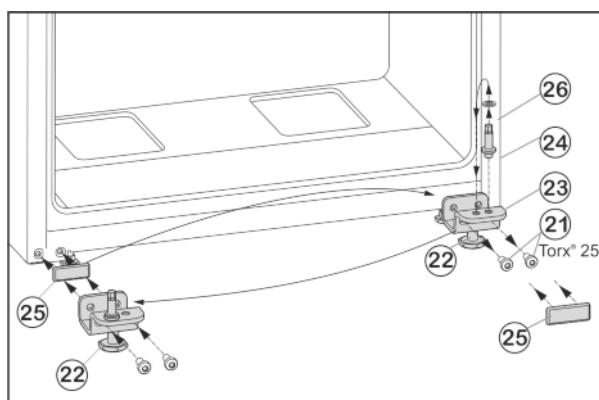

Fig. 6
- Викрутіть гвинти кріплення Fig. 6 (21).
- Зніміть нижній опорний кронштейн Fig. 6 (23) разом із гвинтом Fig. 6 (24), шайбою Fig. 6 (26) та установочною ніжкою Fig. 6 (22).
- Відкрутіть гвинт Fig. 6 (24) разом із шайбою Fig. 6 (26), переставте їх у протилежний отвір опорного кронштейна та знову закрутіть.
- Обережно зніміть кришку Fig. 6 (25) і переставте її на протилежний бік.
- Знову прикрутіть нижній опорний кронштейн Fig. 6 (23) разом із гвинтом Fig. 6 (24), шайбою Fig. 6 (26) та установочною ніжкою Fig. 6 (22) на інший бік шарніра (**з моментом 4 Нм**), у разі необхідності скористайтеся акумуляторним гвинтокрутом.
- Встановіть нижні дверцята згори на опорний гвинт Fig. 6 (24).
- Викрутіть установочну ніжку Fig. 6 (22) на нижньому опорному кронштейні Fig. 6 (23), доки він не буде опирається на підлогу.